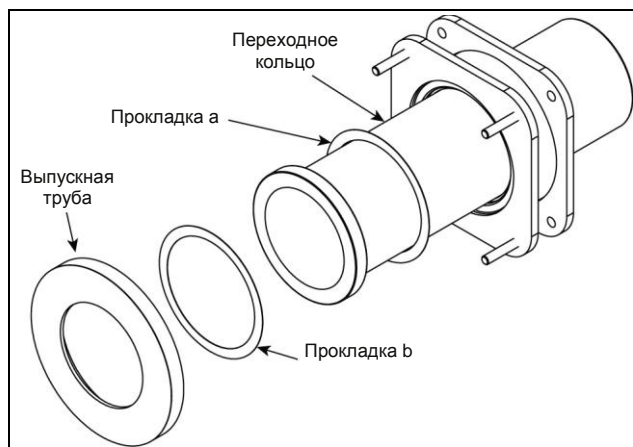

Рис. 3.5
3. Установите прокладку (b) на фланец выпускной трубы. Чтобы прокладки держались на месте, воспользуйтесь адгезивным спреем. См. Рис. 3.5.